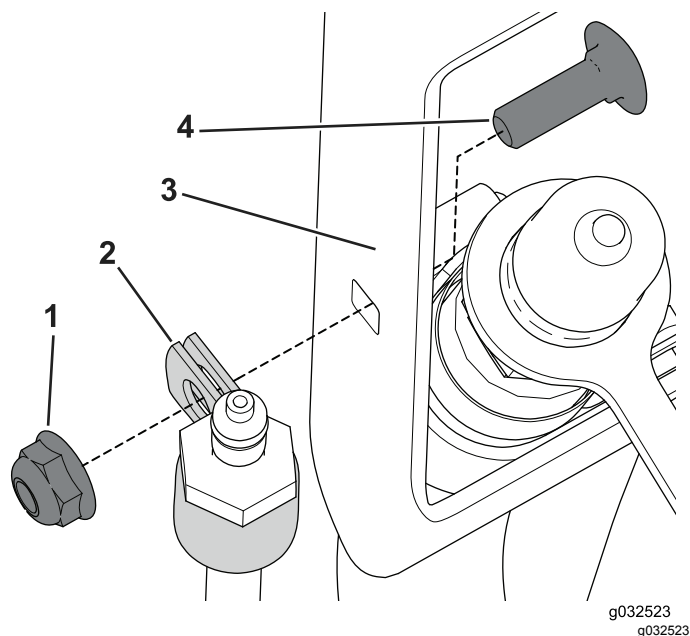

**Рисунок 35**
5. Подсоедините трубку стеклоомывателя к бачку стеклоомывателя и прикрепите ее к раме кабельными стяжками (Рисунок 35).